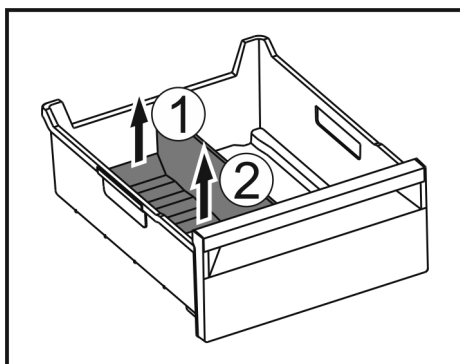

Fig. 208
- Hinteren Teil des Eisfach-Trenners anheben. Fig. 208 (1)
- Eisfach-Trenner nach oben entnehmen. Fig. 208 (2)